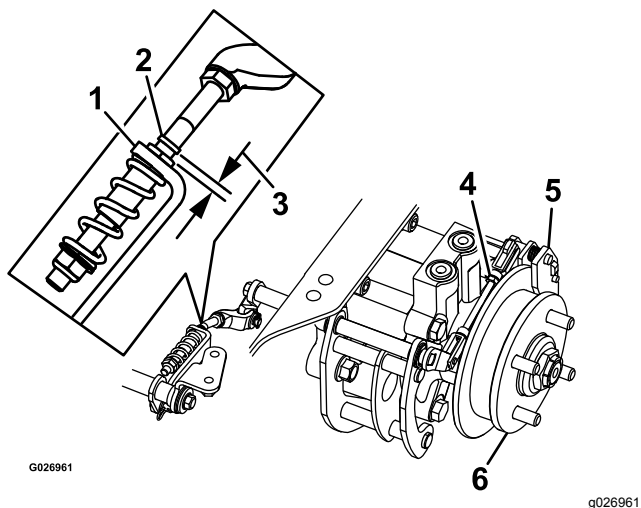

Figura 79
8. Compruebe si hay un espacio visible entre la escuadra y el tope del acoplamiento (Figura 79).